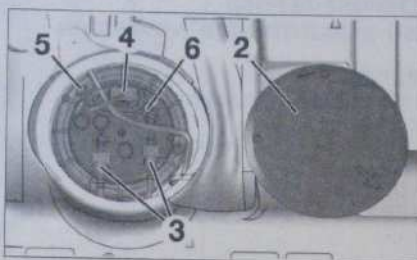

Fig. 58
- Déposer l'obturateur (2) (Fig.58).
- Désaccoupler les tuyaux d'alimentation de carburant (3).